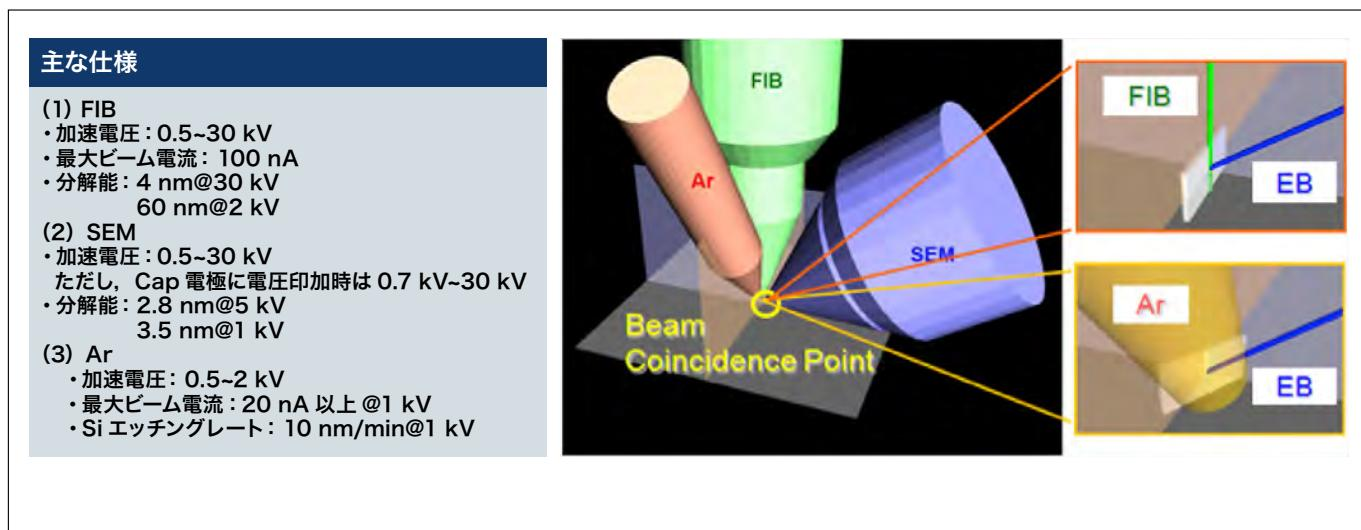

図 2 トリプルビーム基本構成
上述 1-①の課題克服として、FIB 加工によるダメージを抑制するため、FIB の加速電圧を下げて仕上げ加工を行うことが一般的になってきています。日立ハイテクのシステムでは、FIB によるエッティング加工と同時に、分解能を損なうことなく露出した断面を SEM 観察できるため、容易に所望箇所にて加工を終了することができます。また、構造の微細化、分析要求精度の高度化を受けて、さらにダメージ層の少ない高品位試料が求められるようになっています。日立ハイテク独自の装置構成であるトリプルビームは、図 2 に示す通り、集束イオンビーム (FIB)、電子ビーム (EB)、アルゴン (Ar) イオンビームが試料表面の一点で交差する構成になっており1)、FIB 加工によって形成されたダメージ層を低加速 Ar イオンビームによるエッティング加工によって取り除くことができます。